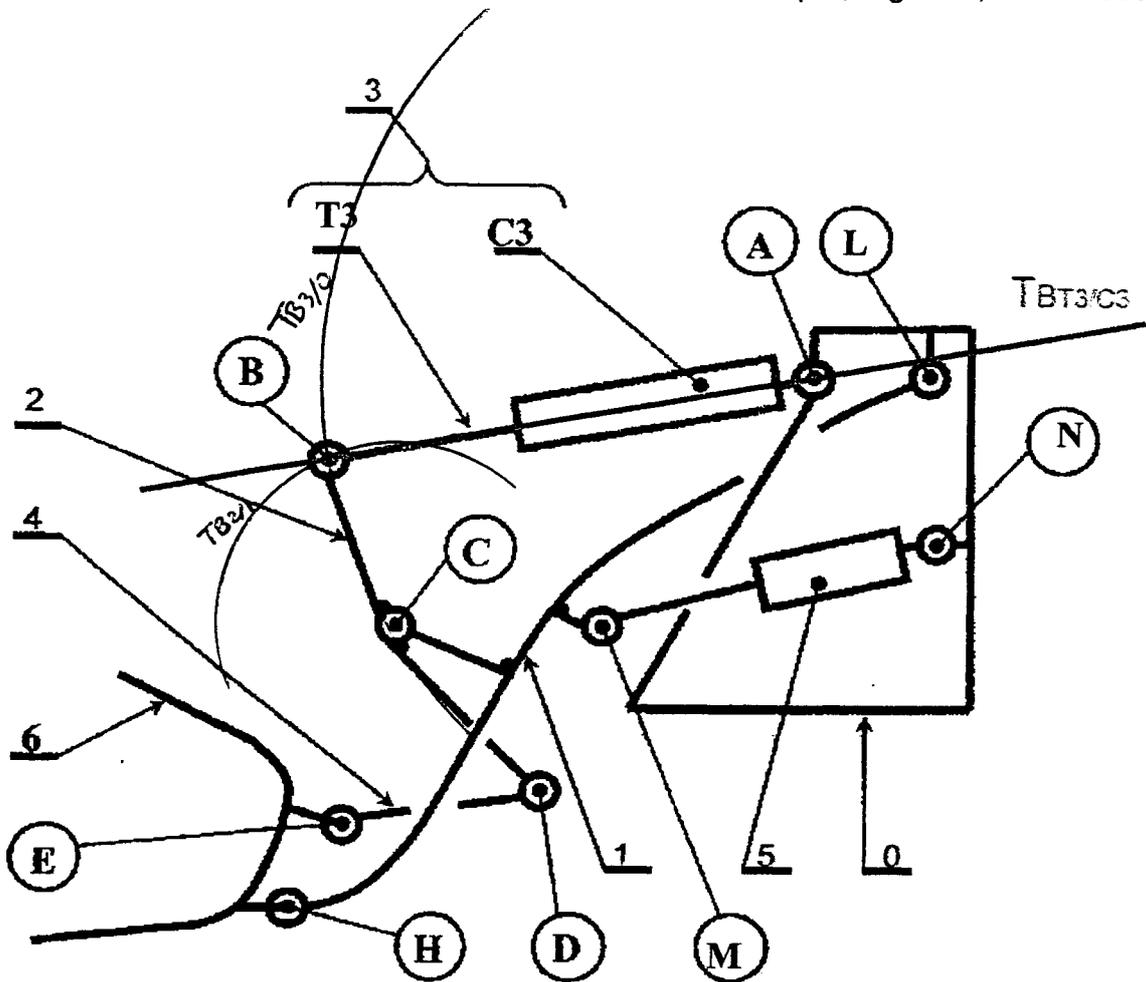

Figure 1
Q.2 En vous aidant des documents 1 à 5 du dossier ressources (pages DR4 à DR6), complétez le repère des pièces sur le schéma cinématique, Figure 1, ci-dessous.
Q.4 Tracez en rouge sur le schéma figure 1, la trajectoire du point B dans le mouvement de 2/1. (TB2/1)
Q.6 Tracez en bleu sur le schéma figure 1, la trajectoire du point B dans le mouvement de 3/0. (TB3/0)
Q.8 Tracez en vert sur le schéma figure 1, la trajectoire du point B dans le mouvement de T3/C3. (TBT3/C3)